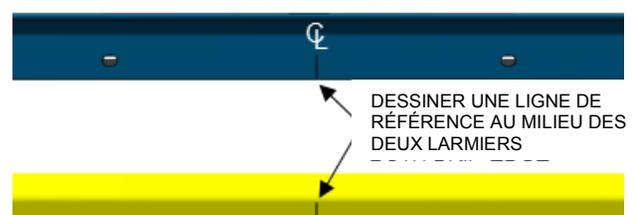

FIGURE 27
6. Dessiner une ligne pour indiquer le centre de chaque larmier (FIGURE 27).